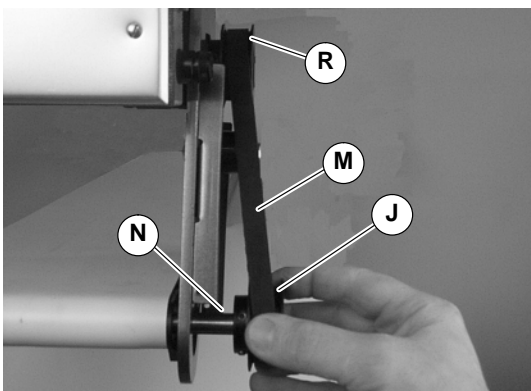

Abbildung 5
4. Paßfeder (N siehe Abbildung 5).